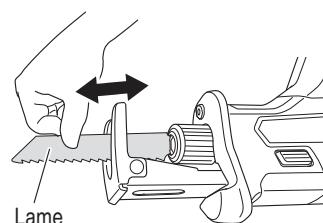

Fig. 9
(3) De la main, tirer deux ou trois fois de suite sur le dos de la lame pour vérifier qu'elle est solidement fixée. (Fig. 9)